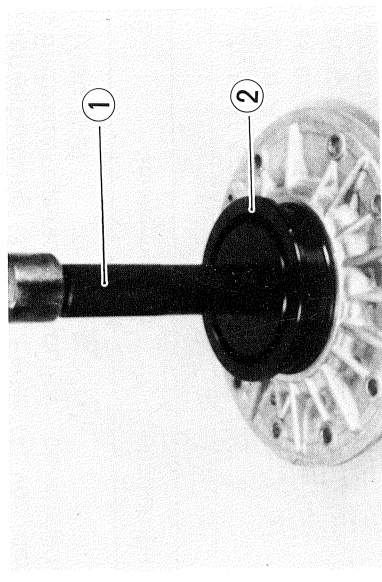

Abb. 8-6
- Mit Hilfe der Spezialwerkzeuge ① und ② den Simmerring vom Endtriebslagergehäuse abziehen. (Abb. 8-6)